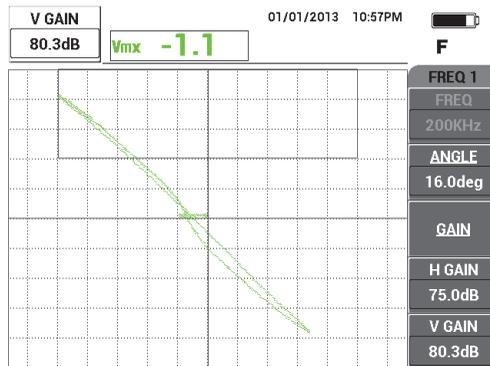

Рис. 5-58 Сигналы, растянутые вертикально на экране
7. Нажмите клавишу **GAIN (dB)** три раза для доступа к параметру **В УСИЛ**; с помощью ручки регулятора увеличьте вертикальное усиление так, чтобы сигналы заняли примерно 80 % высоты экрана (см. Рис. 5-58 на стр. 180).